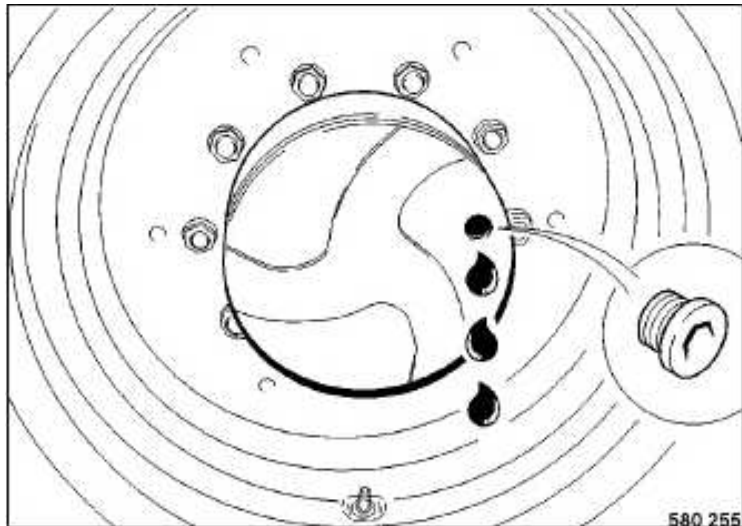

Fig. 141
- Colocar la rueda de accionamiento de forma que el tapón de cierre (Fig. 141) sobre la caja se encuentra en posición horizontal.